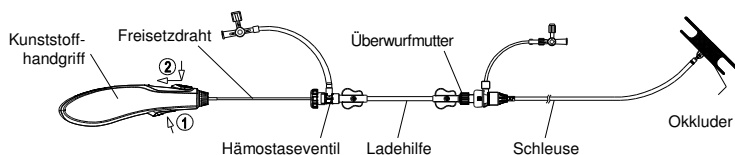

Abbildung 9. Illustration des Freisetzens des Okkluders
- Die Schleuse weiterhin in Kontakt mit dem Ansatz des Okkluders halten und den Freisetzdraht behutsam zurückziehen, bis er sich vom Okkluder löst. Abschließend den Freisetzdraht und die Schleuse aus dem Patienten entfernen (siehe **Abbildung 9**).